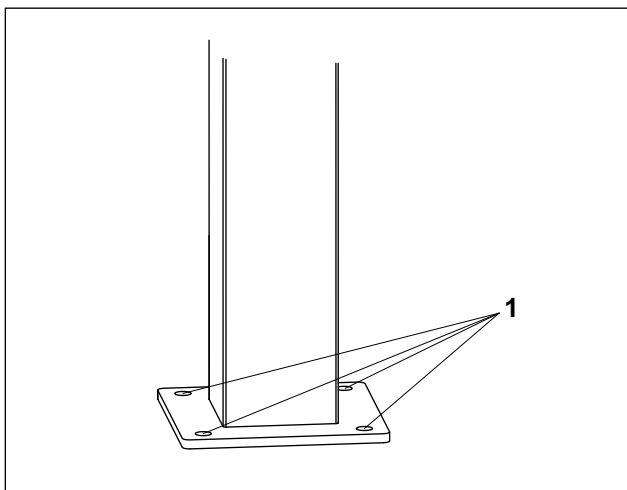

Fig. 2 Placa base de la columna
2. Marcar los cuatro orificios con ayuda de la placa base (fig. 2/1) de la columna sobre el fundamento de hormigón.